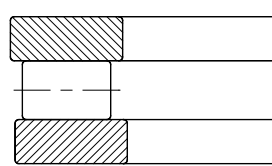

Abb. 2.18
**Axial-Zylinderrollenlager** (Abb. 2.18) gehören ebenfalls zu den zerlegbaren Axiallagern.